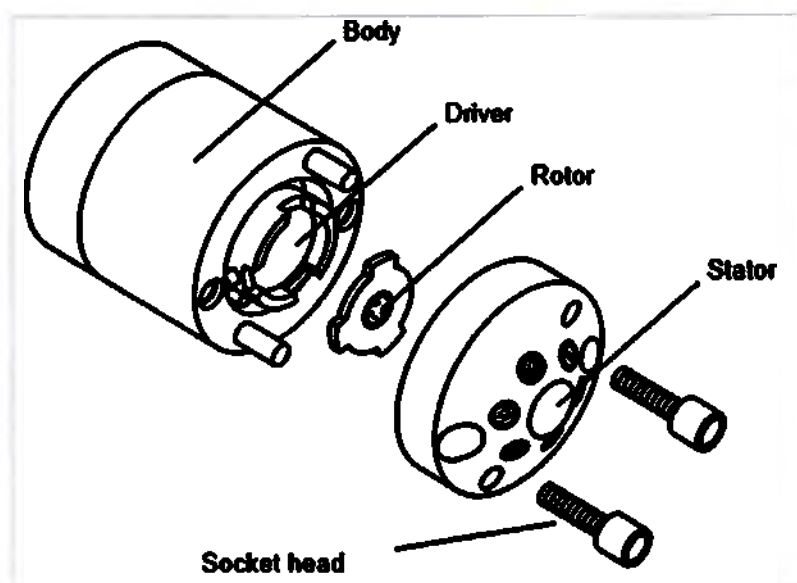

Рисунок 22
- 1 Используйте шестигранный драйвер 9/64 для снятия винтов с головкой (рис. 22 - стр. 36), которые закрепляют статор на клапане. Начните с чередования между двумя винтами, ослабляя их в четверть оборота (90°) до тех пор, пока вся нагрузка не будет снята.